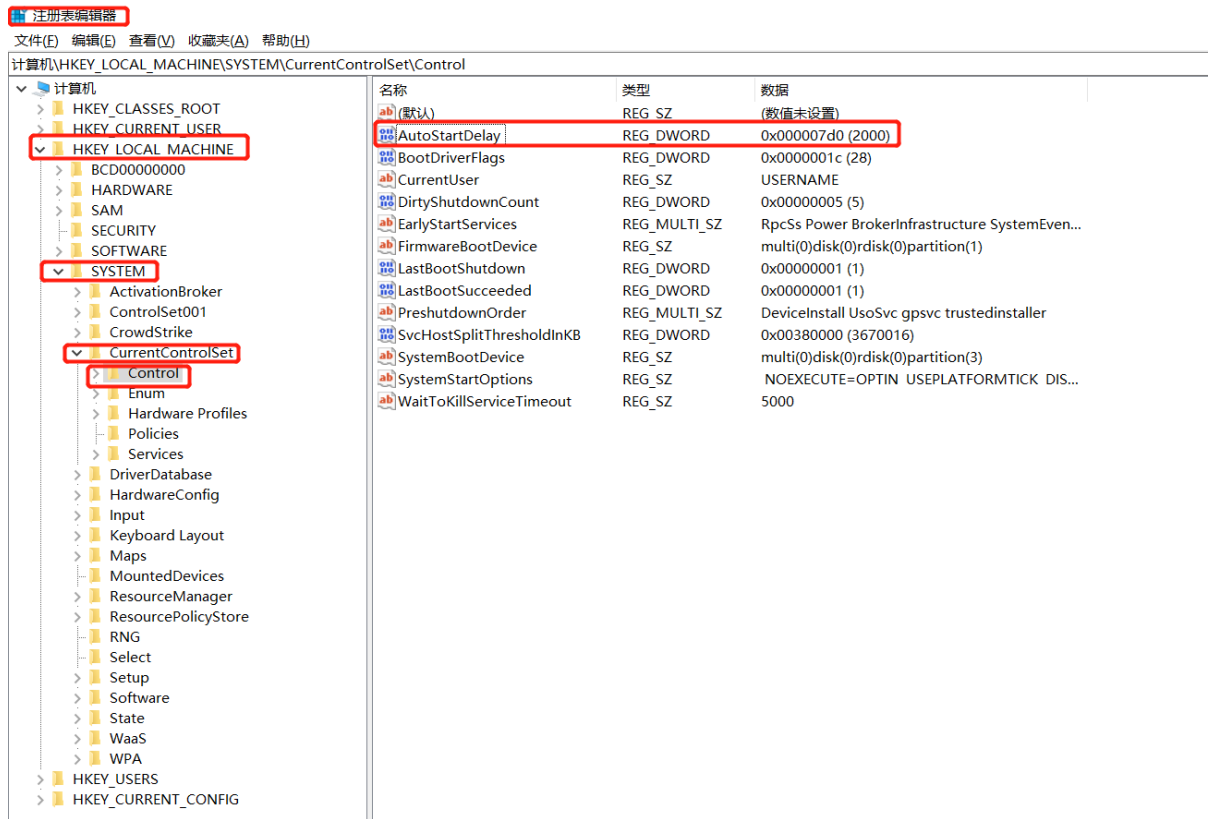

图 1-13
2、设置“TcHmiSrv”服务延时启动时间，如图 1-13